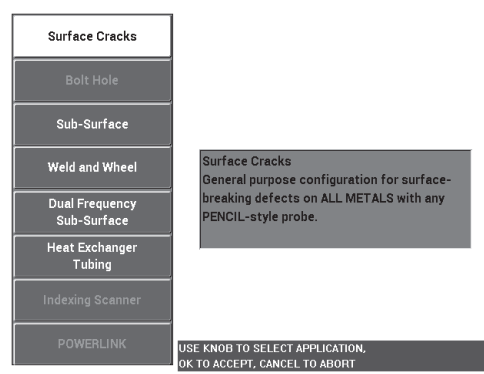

Figura 5-2 Aplicação para Surface Cracks (fissuras na superfície)
2. Pressione a tecla de menu ADV SETUP (  ) uma vez e, em seguida, a tecla A (APPL SELECT) para abrir o menu seleção de aplicação. Selecione **Surface Cracks** com o botão (SmartKnob) e, em seguida, pressione  para aceitar (veja Figura 5-2 na página 129).